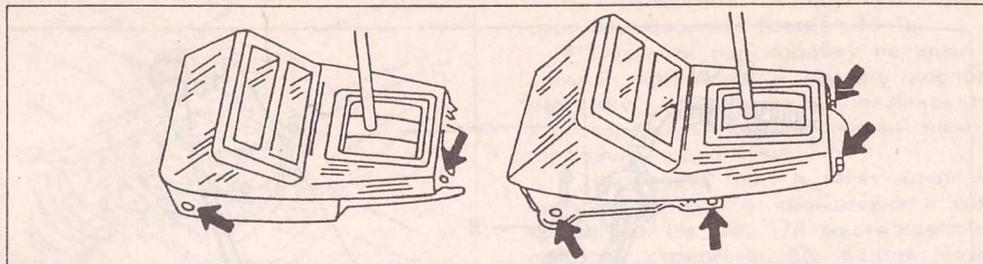

Рис. 179.
- В соответствии с рис. 179 отсоединить трос переключения передач и трос выбора передач. Отвернуть болты рычага и снять весь механизм переключения. Стрелки на рисунке показывают, где закреплены отдельные элементы механизма.